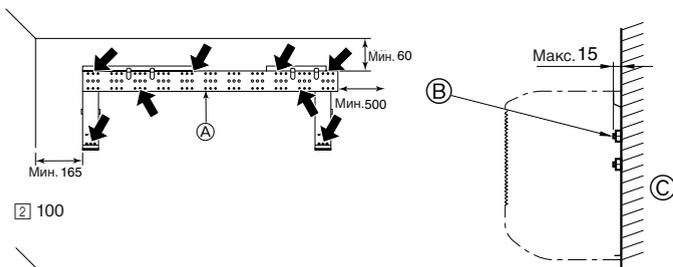

Fig. 3-5
- ▶ Закрепите настенное крепление через отверстия среднего ряда диаметром 12 мм, используя для этого приобретаемые на месте болты (сквозные болты, анкерный болт и анкерная гайка) с резьбой M10 или W3/8. Конец болта не должен выступать на расстояние более 15 мм от поверхности стены. (Fig. 3-5) Используйте не менее двух болтов при креплении к бетонной стене, и не менее четырех болтов - при креплении к стене из пенобетона.